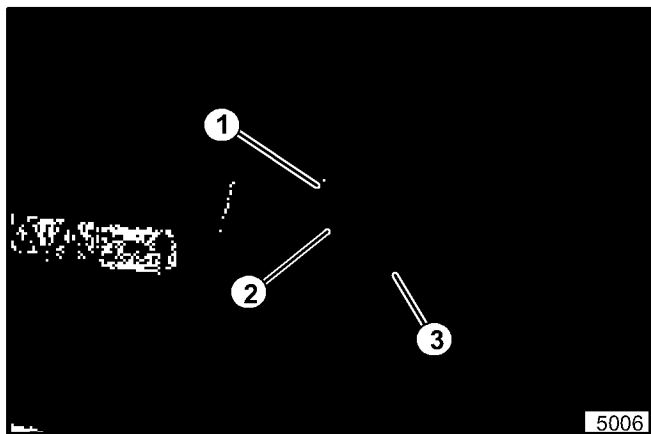

Figure 6. Installation de la vis de réglage de la profondeur
12. Monter la poignée à contre-écrous et la vis de réglage de la profondeur. Les installer dans le support de levage (voir la figure 6). Pour un réglage final de la profondeur du porte-lames, se reporter à la section Fonctionnement de ce manuel.